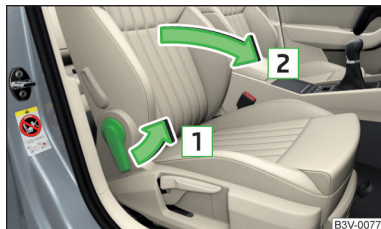

Abb. 91
- › Zum **Vorklappen** den Hebel in Pfeilrichtung **1** ziehen und die Sitzlehne in Pfeilrichtung **2** vorklappen » Abb. 91. Die Verriegelung muss hörbar einrasten.